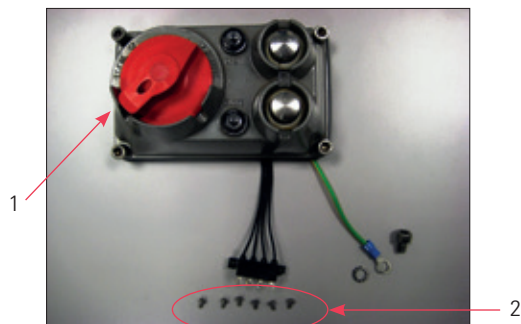

Fig. 1: Kit OM3 per attuatore serie EPI₂
- Accertarsi di aver ricevuto tutti i componenti del kit OM3 (vedi Fig. 1):